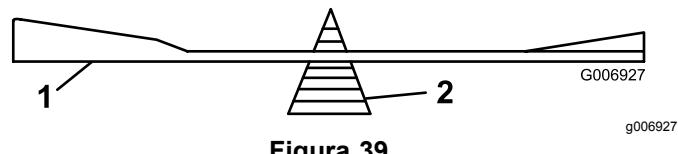

Figura 39
2. Verifique o equilíbrio de cada lâmina colocando-a num equilibrador de lâminas (Figura 39). Se a lâmina ficar na horizontal é porque está equilibrada e pode ser utilizada. Se a lâmina não estiver equilibrada, lime mais metal do lado posterior da lâmina. Repita este passo até cada lâmina estar equilibrada.